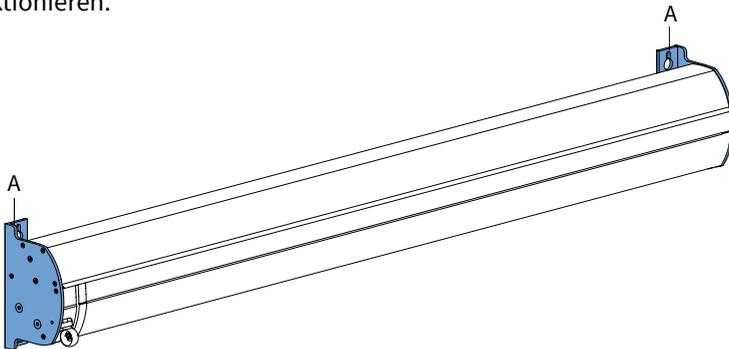

Abb. 1.1 Wandhalter Markise
Bei der Montage von die Markise sind die beiden Wandhalterungen (A) sowohl horizontal als auch vertikal wasserwaagen-genaue ausgerichtet werden. Siehe Abbildung 1.1 und 1.2. Sie sollten in einer Linie an der Wand platziert werden. Wenn ungleich positioniert der Wandhalterungen (mit ungleichen Position die Arme als Ergebnis), wird die Markise nicht richtig funktionieren.